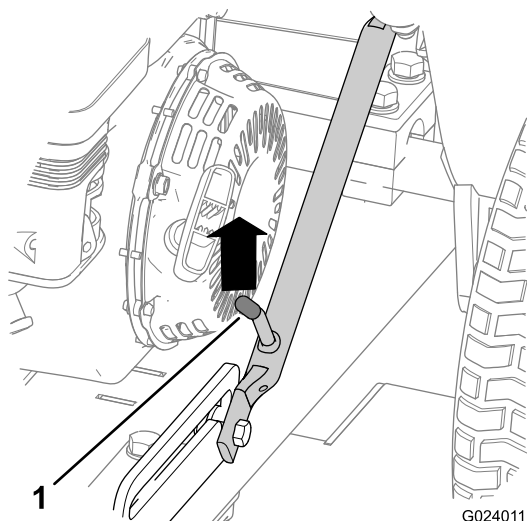

Figura 17
1. Empuje la barra de tracción hacia arriba hasta que la palanca de cierre se desenganche de la muesca de la guía (Figura 17).
5. Levante la barra de tracción (Figura 22) hasta que la palanca de cierre se bloquee en la muesca de la guía (Figura 17).